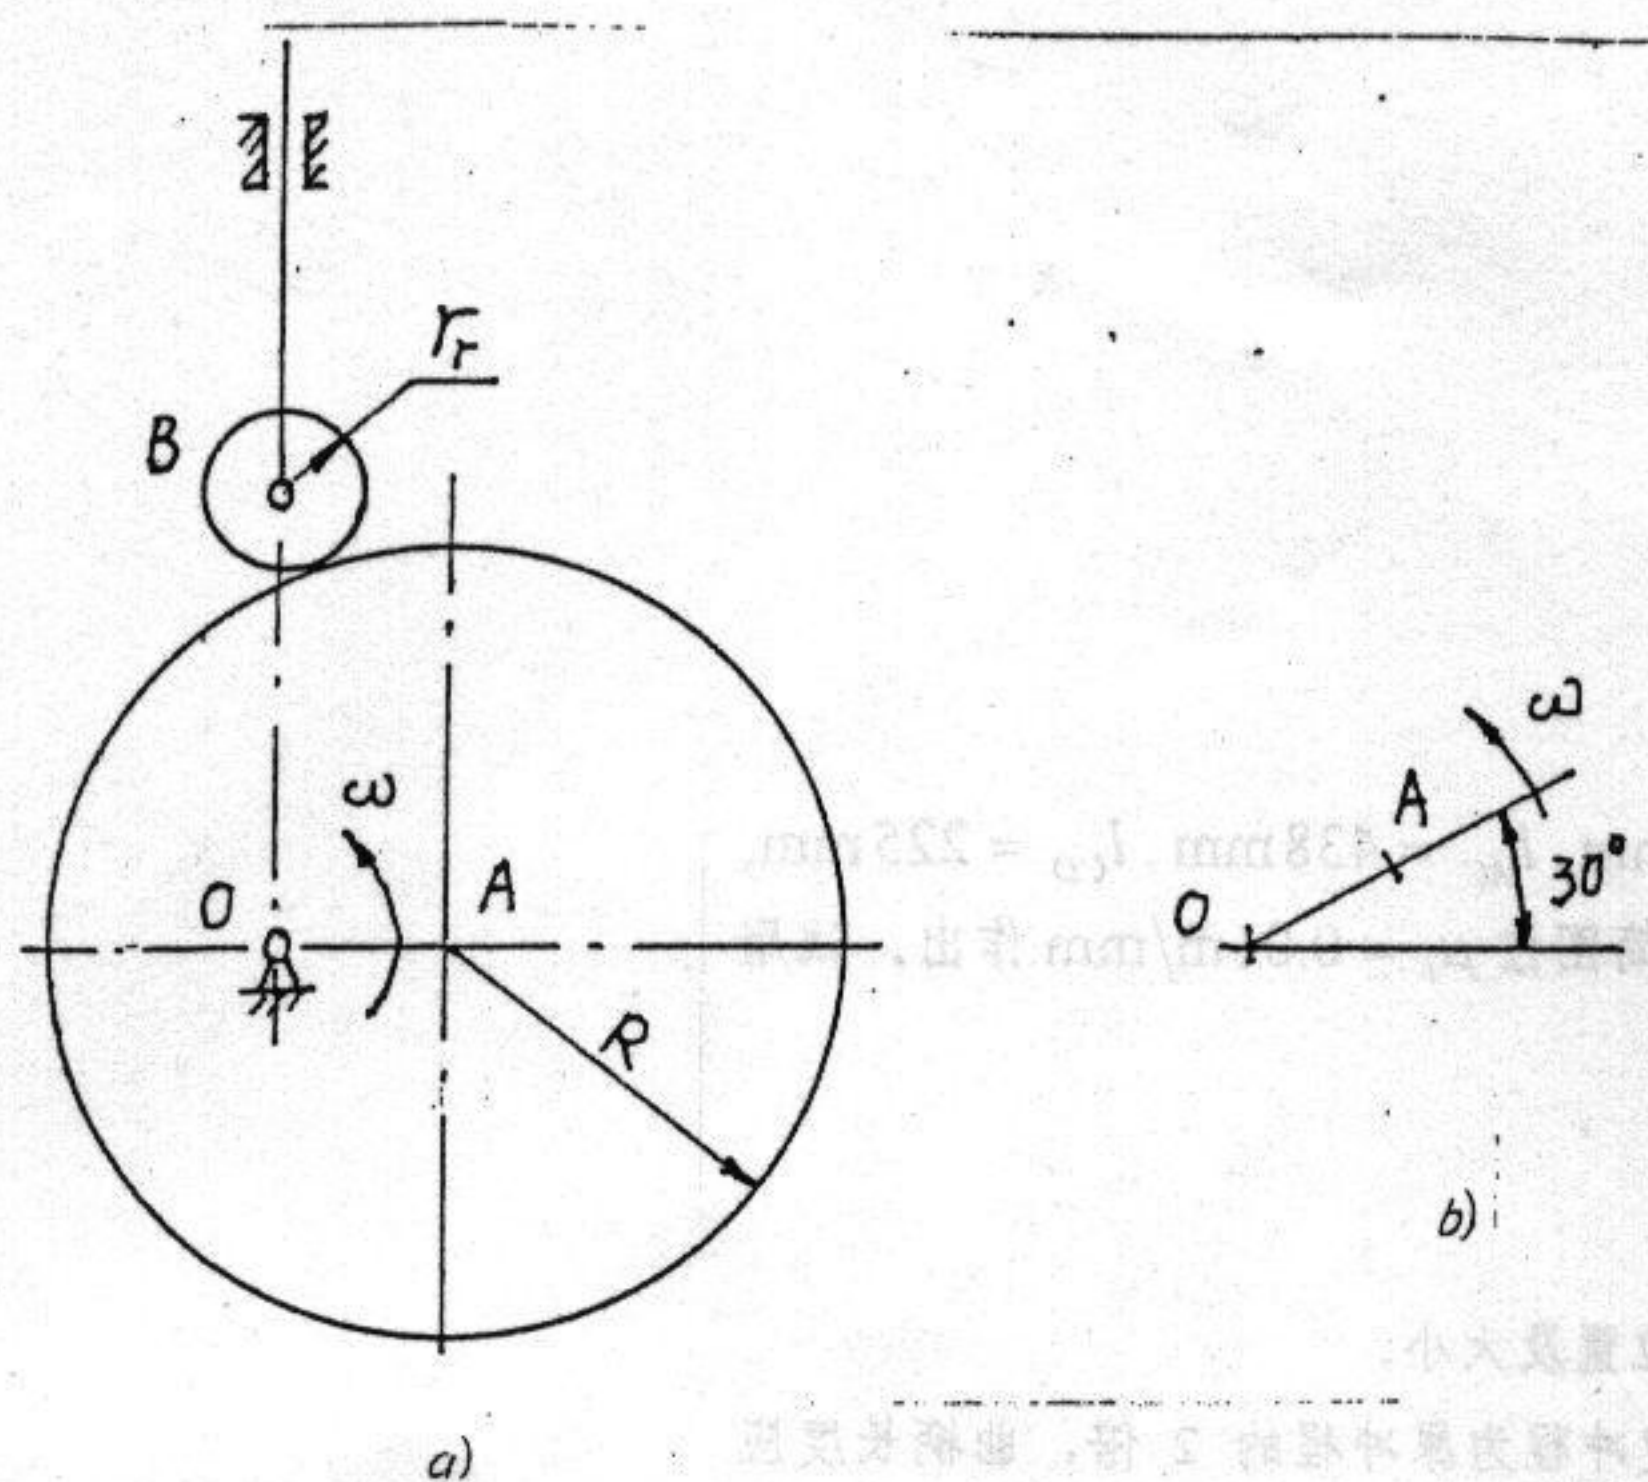

图 4
2. 图 4 a) 所示凸轮机构运动简图: (8 分)
(1) 在图上画出凸轮的理论轮廓曲线 β 、基圆, 标出图示位置时机构的压力角 α 及凸轮沿 ω 方向转过 90° 时从动件的位移增量 Δs ;
(2) 若 $OA=20\text{mm}$, $R=50\text{mm}$, 滚子半径 $r_r=10\text{mm}$, $\omega=10\text{rad/s}$, 试求当凸轮转至 OA 与水平方向的夹角为 30° 时 (如图 4 b) 所示) 从动件的移动速度 $v=?$ (方法不限)